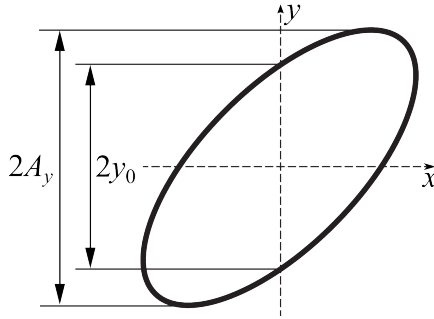

Рис. 6. К определению разности фаз сигналов
где $y_0 = y|_{x=0}$ — отклонение луча по вертикали в момент, когда его абсцисса равна нулю; A_y — амплитуда колебаний по оси y (см. рис. 6). Тогда возможные значения модуля разности фаз:
При этом, если эллипс наклонён вправо (как на рис. 6), то угол $\Delta\varphi$ лежит в интервале $[-\pi/2; \pi/2]$ — имеет место формула (16); если эллипс наклонён влево, то $\Delta\varphi \in [\pi/2; \pi] \cup [-\pi; -\pi/2]$ — необходимо использовать формулу (17).*